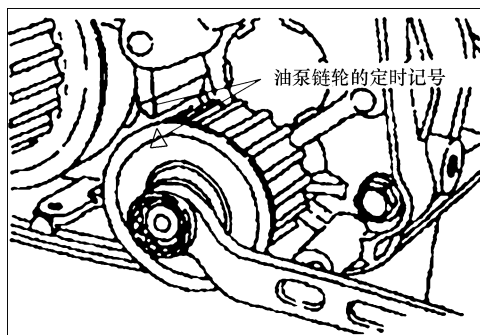

图 2-41 油泵带轮正时记号
④ 如图 2-41 所示，使油泵带轮上的正时记号与其符合记号对齐。